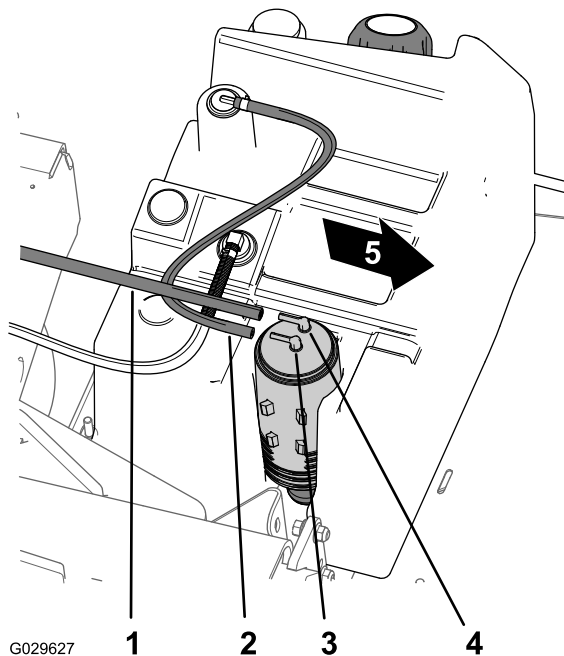

Figura 46
2. Retire o tubo do depósito de combustível da união no recipiente de carbono assinalada Combustível (Figura 46).
1. Retire o tubo de vácuo da união no recipiente de carbono assinalada Purga (Figura 46).
8. Monte o tubo de vício no recipiente de carbono assinalada Purga e o tubo do depósito de combustível na união assinalada Depósito de combustível (Figura 46).